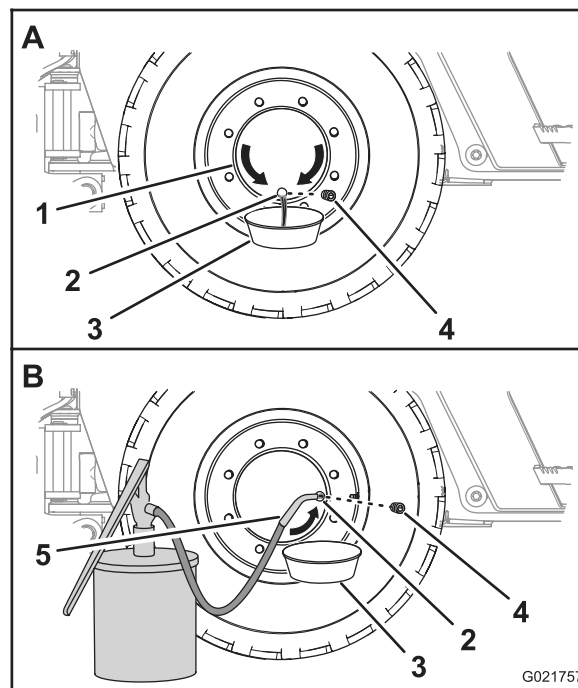

Рисунок 85
1. Переместите машину вперед или назад так, чтобы пробка маслосливного отверстия ступицы колеса находилась в положении на «6 часов» (**Рисунок 85**).
2. Подставьте сливной поддон под сливное отверстие ступицы колеса (**Рисунок 85**).
3. Отверните пробку и слейте масло из планетарного редуктора (**Рисунок 85**).
5. Переместите машину вперед или назад так, чтобы пробка ступицы колеса находилась в положении на «3 часа» или «9 часов» (Рисунок 85).